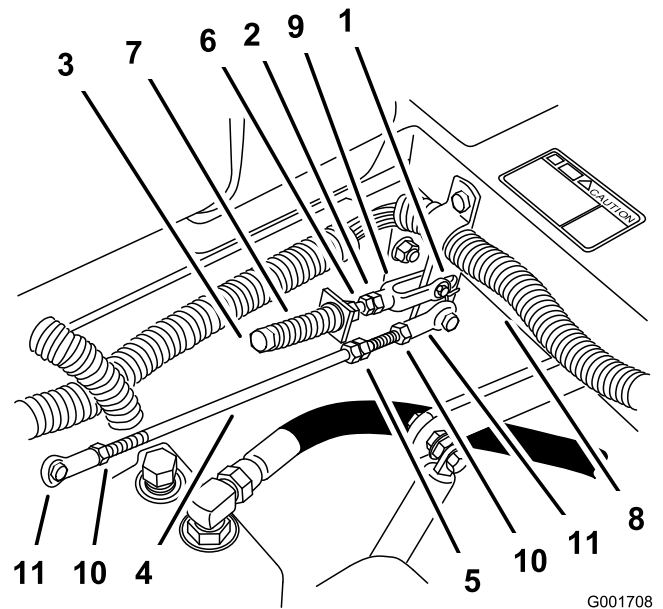

Figure 60
- Desserrez les contre-écrous sur les rotules de la tige de commande de la pompe (Figure 60).
- Régalez la longueur de la tige de pompe en tournant les doubles écrous dans le sens voulu, jusqu'à ce que la roue soit immobilisée ou tourne légèrement en marche arrière (Figure 60).
- Serrez les contre-écrous contre les rotules (Figure 60).